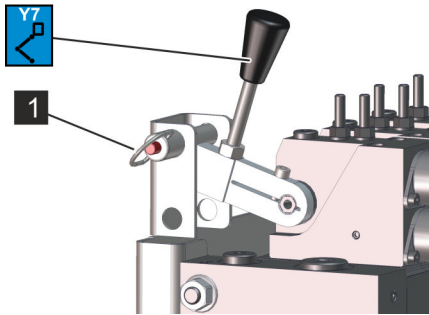

Abb. 186: Verriegelungsstift
5. → Ventil (Abb. 186/Y7) mit dem Verriegelungsstift (Abb. 186/1) verriegeln.